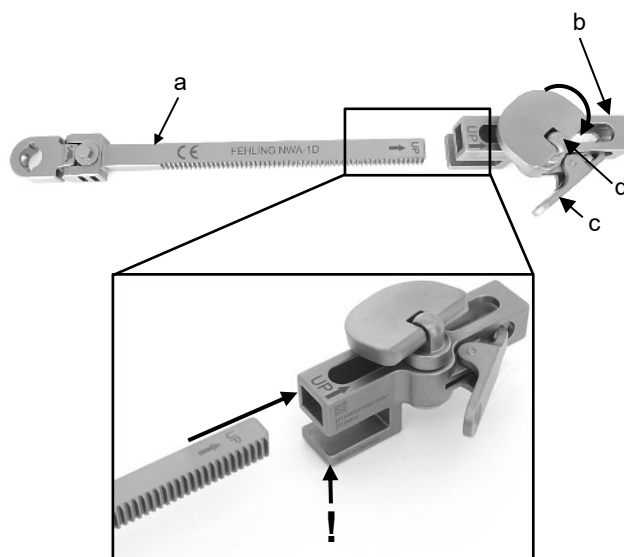

Fig. 22
Sia la guida del gancio (a) che la slitta di fissaggio (b) hanno un lato contrassegnato da "freccia" e "SU". Prima di inserire la guida del gancio (a) nella slitta di fissaggio (b), accertarsi che i due lati contrassegnati siano rivolti verso l'alto. La guida a gancio (a) viene inserita nella slitta di fissaggio (b) nella direzione indicata dalla freccia (Fig. 22). La freccia sulla slitta di fissaggio (b) si riferisce esclusivamente all'inserimento della guida del gancio (a) e non al montaggio del telaio divaricatore.
**Importante:** la slitta di fissaggio (b) deve essere allineata in modo che il suo profilo a U sia aperto verso il situs (Fig. 22).